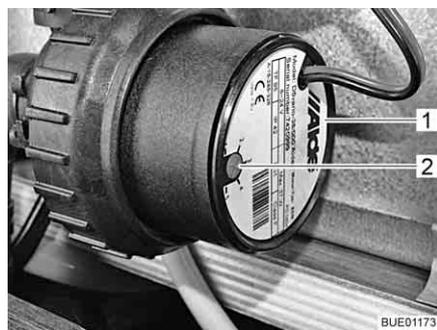

Fig. 170 Riduzione del numero di giri
Con il pomello girevole (Fig. 170,2) è possibile impostare il numero di giri della pompa di circolazione. A un numero di giri ridotto i rumori prodotti dal funzionamento della pompa si riducono.
Il pomello girevole si trova sulla pompa di circolazione (Fig. 170,1).
- Ruotare il pomello girevole (Fig. 170,2) in senso antiorario. La potenza diminuisce.